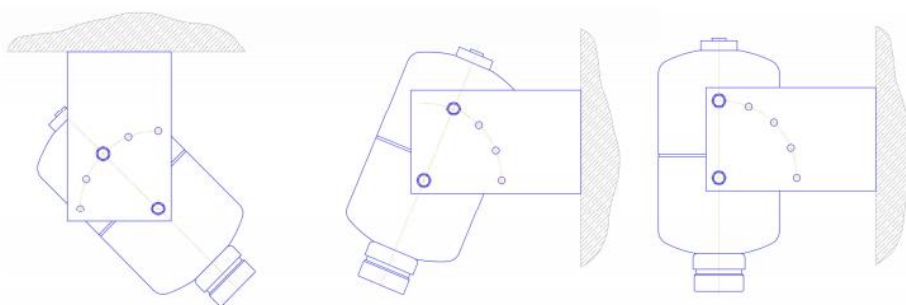

Рис.4.
4. При ином размещении (изменении угла) (Рис. 4) предусмотреть крепление универсального кронштейна, выдерживающее статическую нагрузку не менее 280кг в течение 5 минут.